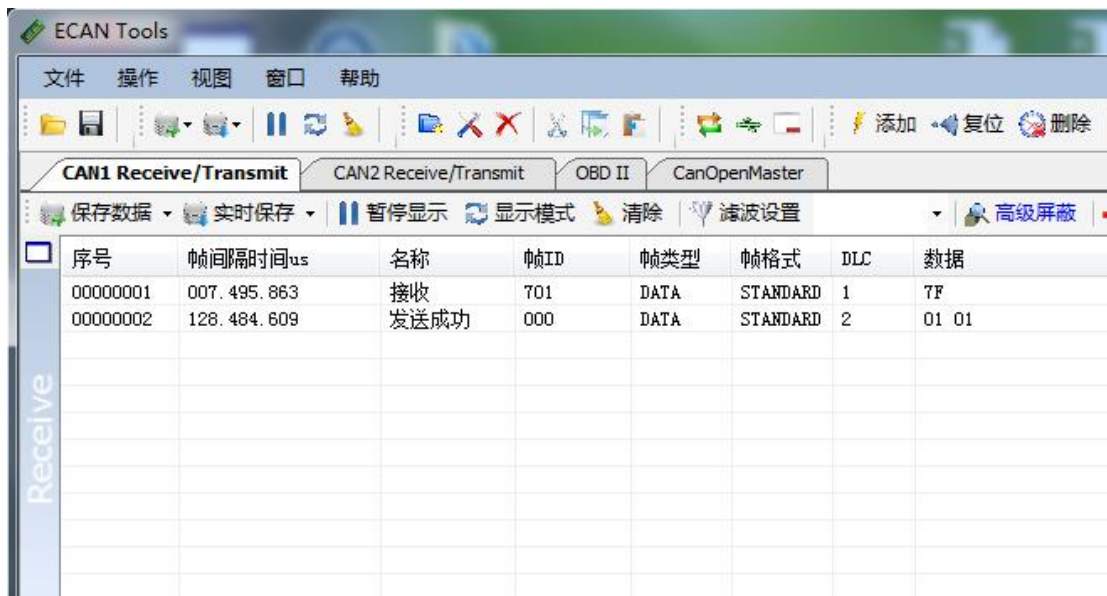

图 4.3 NMT 命令监控界面
使用 ECANTools 软件命令 GCAN-IO-8000 进入操作状态的步骤是：①将从站节点号填入 ID 后面的文本框中，②点击添加从站按钮，③打开节点左侧的+号，并点击“NMT”，④选择“Start Remote Node”（默认），点击下方的“NMT”按钮。如图 4.3 所示，发送后可在 ECANTools 监控界面中查看到 NMT 命令。